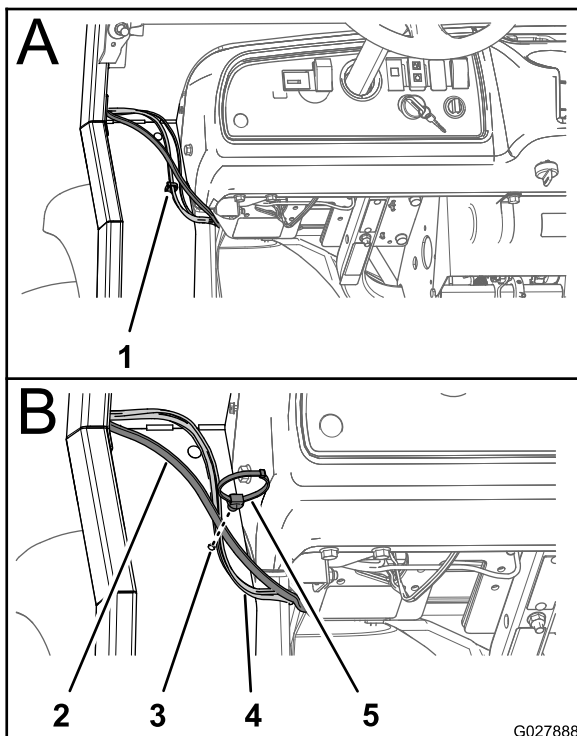

Bild 49
4. Entfernen Sie den Kabelbaumclip, mit dem der Kabinenkabelbaum an der unteren Kabinenplatte vorne an der Fahrerseite der Maschine befestigt ist (**Bild 49**).
5. Befestigen Sie eine Druckbefestigung an der Stelle, an der Sie den Kabelbaumclip in Schritt 4 entfernt haben (Bild 49).
6. Befestigen Sie den Kabelbaum der Kabine und der Scheibenwaschanlagenpumpe sowie den Schlauch mit dem Kabelbinderteil der Druckbefestigung (Bild 49).